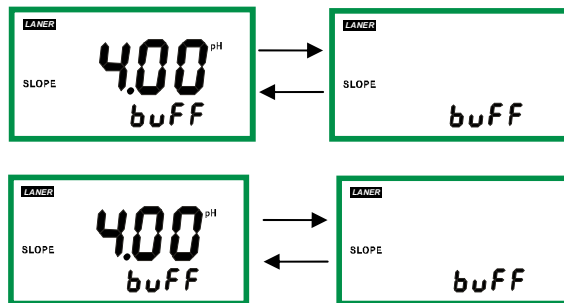

图 7-2
4、数值稳定后按下 CAL 键,仪表将有 4.00 或 4.01(仪表自动识别缓冲液,若缓冲液是碱性则显示 9.18 或 10.00)数值跳闪,且屏幕左侧有 SLOPE 显示,仪表显示如图 7-2 所示: